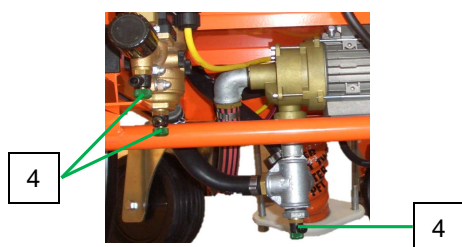

Рис. 90: Открытие выпускного крана
1. Следите за износом смесительной спирали (1) и захвата (2).
2. Снова вставьте смесительную спираль и проверьте правильность ее посадки в захвате (2) (рис. 89) и на роторе (3) (рис. 90).